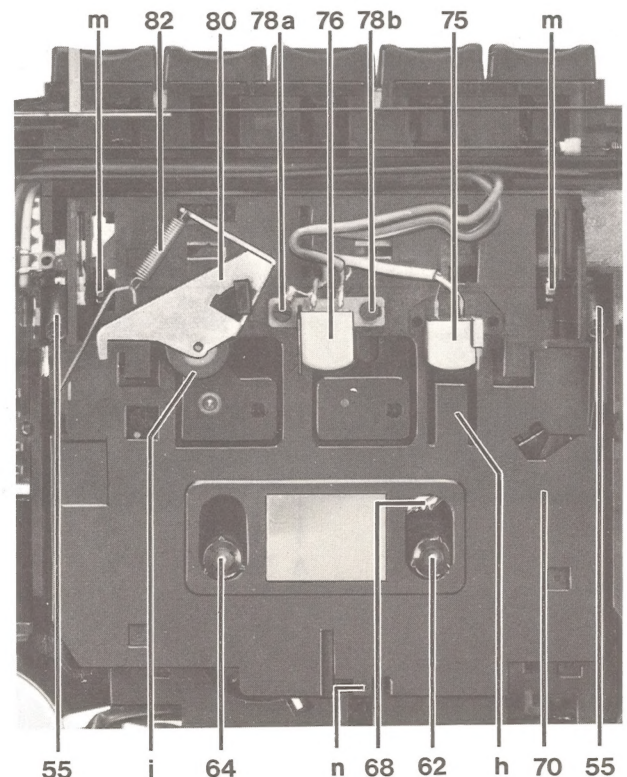

Bild 8
10. Kopfwechsel (Bild 8)
15. Schlitten ausbauen (Bild 8)
Wird dieser Wert nicht erreicht, ist die Grundbremsfeder 68 (Bild 8) zu wechseln.
17. Andruckrollenhebel (Bild 8)